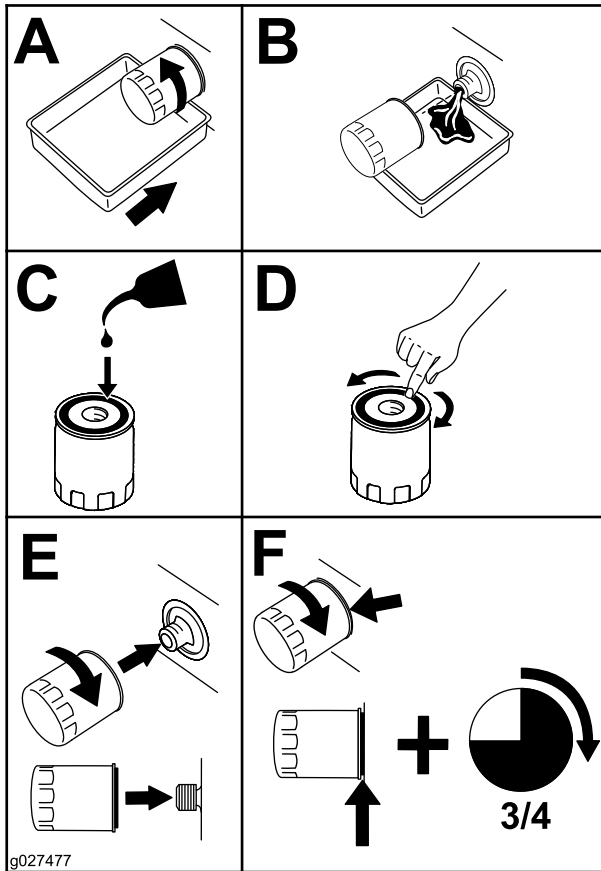

Figura 44
5. Înlocuiește filtrul de ulei de motor (Figura 44).